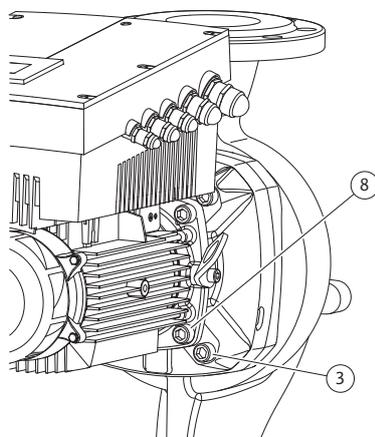

Fig. 50: Опциональное крепление съемного блока
11. Ослабить и удалить винты (рис. 7, поз. 3). На некоторых типах насосов выворачиваются внешние винты (рис. 50, поз. 3). Съемный блок (см. рис. 13) после извлечения винтов остается в стабильном положении на корпусе насоса. Опасность опрокидывания, в том числе при горизонтальном расположении вала электродвигателя, не возникает.
16. В зависимости от типа насоса ослабить винты (рис. 7, поз. 10) или альтернативно винты (рис. 50, поз. 8).
межуточный корпус на фланце электродвигателя с помощью винтов (рис. 7, поз. 10) **или** — в типах насосов/типах фонарей в соответствии с (рис. 50) — с помощью винтов (рис. 50, поз. 8).
| Съемный блок | Fig. 7/поз. 3 Fig. 50/поз. 3 | M12 | Внутренний шести-гранник 10 мм | 60 | См. главу 10.2.1 «Замена скользящего торцевого уплотнения» на стр. 240. |
| Промежуточный корпус | Fig. 7/поз. 10 Fig. 50/поз. 8 | M5 M6 M10 | Внутренний шести-гранник 4 мм Внутренний шести-гранник 5 мм Внутренний шести-гранник 8 мм | 4 7 40 | Равномерно затянуть крест-накрест |